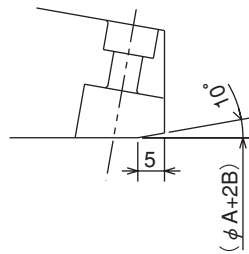

図 13
- ③取付面グリップピース円筒部  $\phi$  ( $A+2B$ ) の成形は成形用プラグを把握して行います。(P-19 参照)
- ④工作物の勾配  $\alpha$  が 5 度以下の場合は単純な円筒面とし、 $\alpha$  が 5 度を越える場合は、工作物との干渉を防ぐためにジョーの前側に 図13 のようなテーパを設けます。